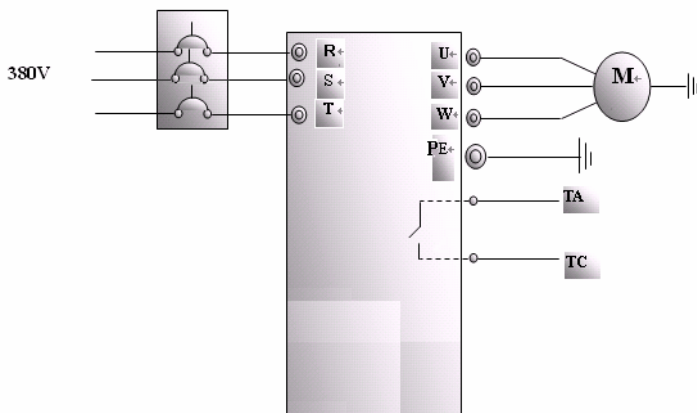

图 4-1 接线图 1
(1) 按图 4-1 配线，检查接线正确后，合上空气开关，变频器上电；
- (1) 按图 4-1 配线，检查接线正确后，合上空气开关，变频器上电；
- (2) 按方式键，进入编程菜单；
- (3) 设置变频器的功能参数：
- ① 进入 F132 参数，设置为 1，选择键盘点动；
- ② 进入 F200 参数，设置为 0，选择操作键盘运行命令控制方式；
- ③ 进入 F124 参数，设置点动运行频率为 5.00Hz；
- ④ 进入 F125 参数，设置点动加速时间为 30s；
- ⑤ 进入 F126 参数，设置点动减速时间为 30s；
- ⑥ 进入 F202 参数，设置为 0，选择正转锁定。
- (4) 一直按住运行键，电机加速到点动设定频率，并保持点动运行状态；
- (5) 松开运行键，电机减速，直到停止点动运行；